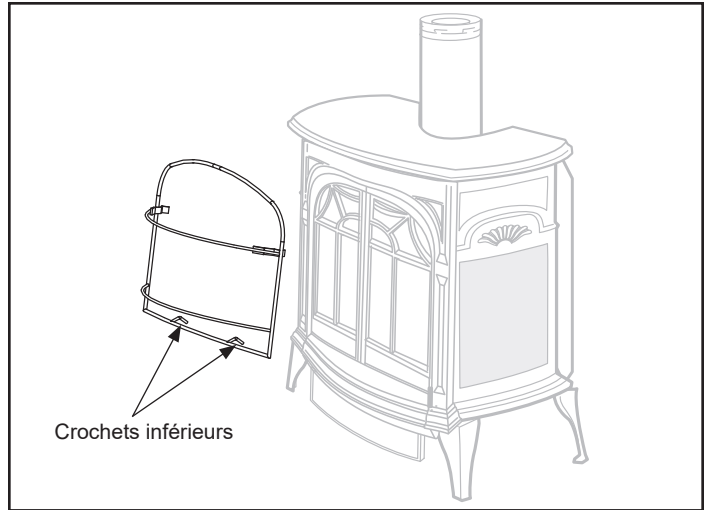

Figure 3.27 – Installer la barrière de sécurité.
2. Placez les deux crochets inférieurs sur le bord inférieur de l'ouverture du poêle (figure 3.27).